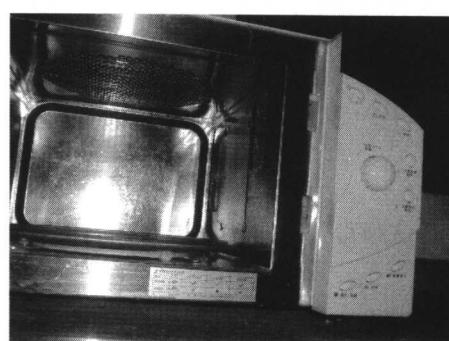

图 1-11 波导挡板
①用水清洗转盘时,应先待转盘冷却。
②切勿置滚热食品或炽热容器于冷却的转盘之上。
③切勿置冰冷食品或冰冷容器置于炽热的转盘之上。
④注意转盘的最大负载重量,不能超过 5kg 或说明书标注重量。
(12)炉腔要保持清洁,尤其是波导挡板部位,如图 1-11 所示。如波导挡板处积满污尘,就会大量吸收微波,造成局部过热,严重时炉内会出现打火燃烧现象。